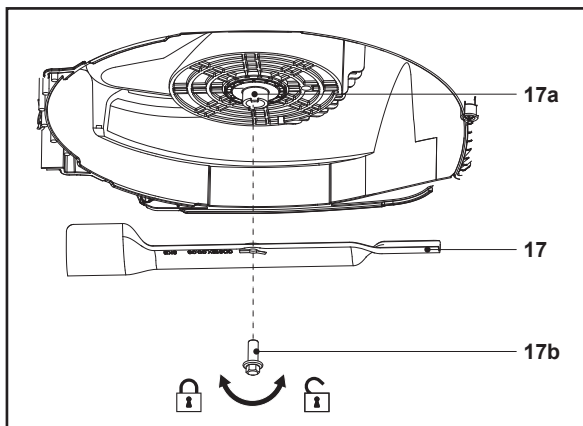

Fig. 13
1. Mantenha a parte inferior e o dispositivo de corte (17) limpos e sem detritos. Remova a relva cortada da conduta de descarga (18).
3. Mantenha o dispositivo de corte (17) afiado para garantir um bom desempenho de corte. Substitua o dispositivo de corte gasto ou danificado por um novo do mesmo tipo, ou solicite a sua afinação a um especialista qualificado.
4. Desaperte o parafuso (17b) para a esquerda com uma chave adequada e remova-o juntamente com o dispositivo de corte (17) (Fig. 13).
6. Volte a instalar o dispositivo de corte (17) no fuso (17a), prestando atenção a um alinhamento correto. Em seguida, volte a apertar o parafuso de fixação. O binário de aperto deve ser de, aproximadamente, 25 Nm.
8. Lubrifique o dispositivo de corte (17) após cada utilização para prolongar a vida útil do dispositivo e do produto. Aplique óleo de máquinas leve ao longo da extremidade do dispositivo de corte.